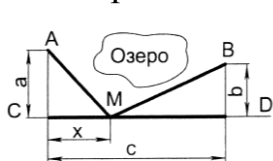

Рис. 5.1
5.1. Пункти A і B (рис.5.1) розташовані по один бік від магістралі CD . Потрібно з'єднати їх найкоротшою дорогою AMB , яка виходить до магістралі (знайти відстань x , вважаючи що відстані a , b , c відомі).